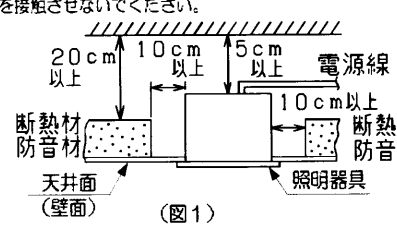

図1
②断熱材・防音材を使用して施工する場合は(図1)のように施工してください。指定寸法以外で使用しますと火災の原因となります。